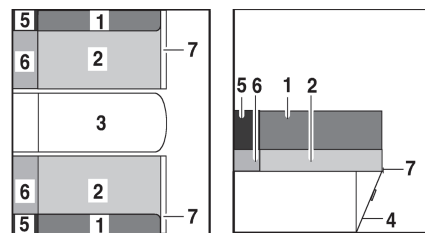

Fig. 112 Après l'agrandissement
- Rabattre la rallonge de la banquette (Fig. 112,7) vers le haut et enclencher avec le rabat (Fig. 112,4).
- Tirer le coussin de dossier (Fig. 112,1) et les coussins d'assise (Fig. 112,2) sur la rallonge de la banquette.
- Placer les coussins supplémentaires (Fig. 112,6) entre les coussins d'assise et la paroi extérieure.
- Placer les coussins supplémentaires (Fig. 112,5) entre les coussins de dossier et la paroi extérieure.